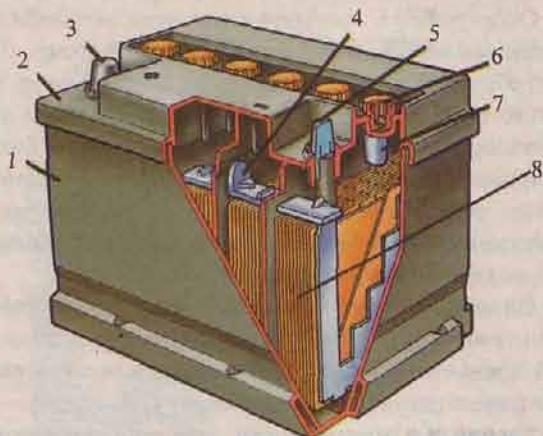

Рис. 57 Аккумуляторная батарея
**Аккумуляторная батарея** (рис. 57) предназначена для питания потребителей электрическим током при неработающем двигателе и при его работе на малых оборотах. Она расположена в моторном отсеке автомобиля и крепится на специальной полке. Минус аккумуляторной батареи соединен с «массой» (кузовом) автомобиля, а плюс соединяется с электрической цепью потребителей тока с помощью проводников.